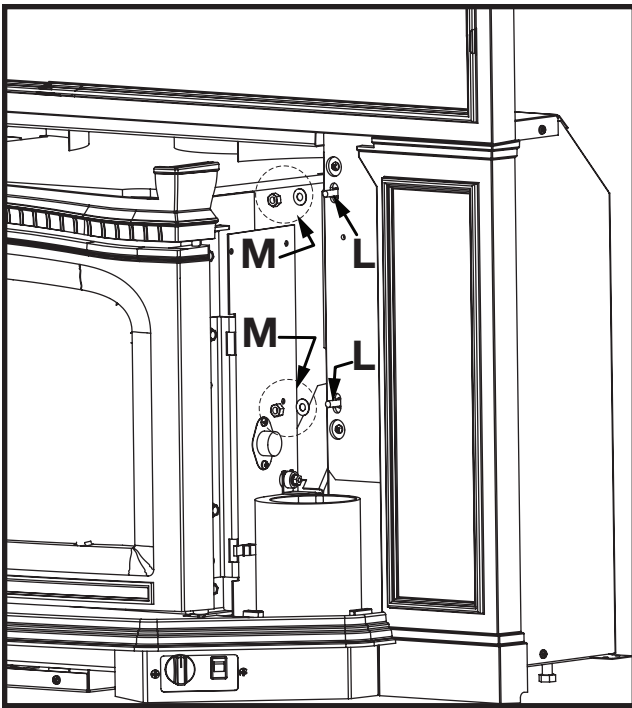

Figure 13: Installer Surround dans la chambre de combustion.
6. Fixez le pourtour à la chambre de combustion en alignant les goujons du support (L), puis fixez-les avec les rondelles et les écrous (M) latéraux à la Figure 13.